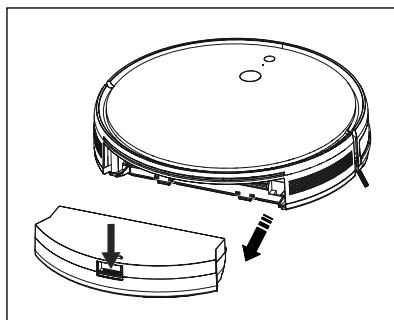

Fig. 7
- Non lavare il filtro EPA **⑦** con acqua. In caso contrario si rischia di danneggiare il filtro EPA **⑦**.
- 1) Premere il tasto di sblocco **⑯** del contenitore della polvere **⑯** ed estrarre quest'ultimo dall'apparecchio (vedere fig. 7).